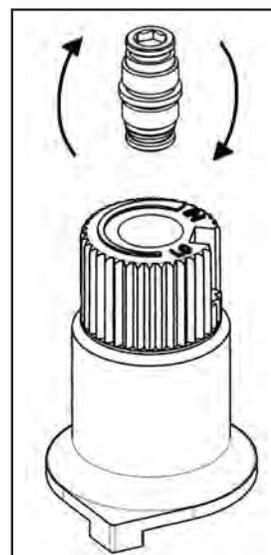

Figure 13: Retournez vis de soupape.
- f) Vérifier que si la conversion est du gaz naturel au GPL, la vis doit être ré-assemblé avec le joint torique rouge visible (voir la figure 13). Si la conversion est de GPL à NG, le joint torique rouge de la vis ne doit pas être visible.